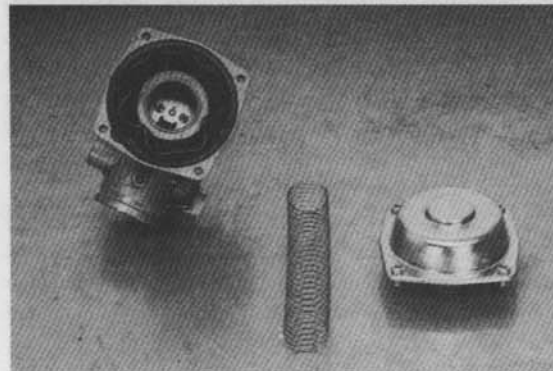

Bild 59
- Vier Kreuzschlitzschrauben ausdrehen und oberen Gehäusedeckel abnehmen, es folgen Spiralfeder, Membran mit Kolben und Düsennadel (Bild 59).